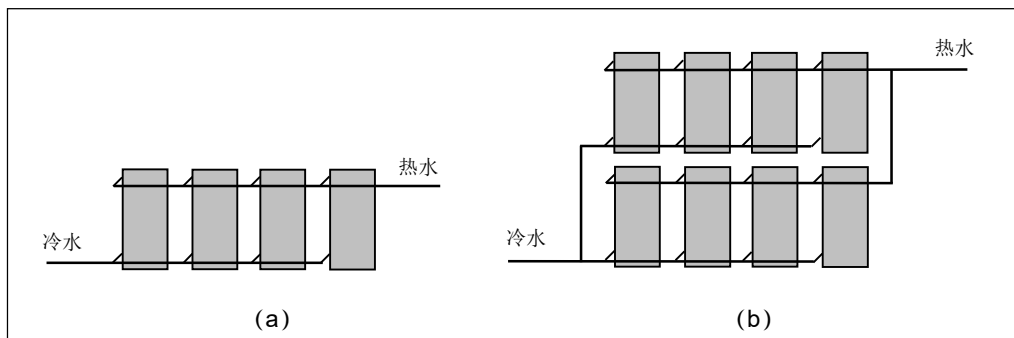

图 5 多台热水器组合安装
瑞美商用热水器可以“多台组合安装”，用于需要集中供应大量热水的场所。组合安装是将多台热水器以“并联”型式安装在一起，如图 5 (a) 所示。瑞美的并联安装必须满足以下要求：
- ◆ 每组热水器最多并联 8 台，超过 8 台时可采用双并联的型式安装，如图 5 (b) 所示。